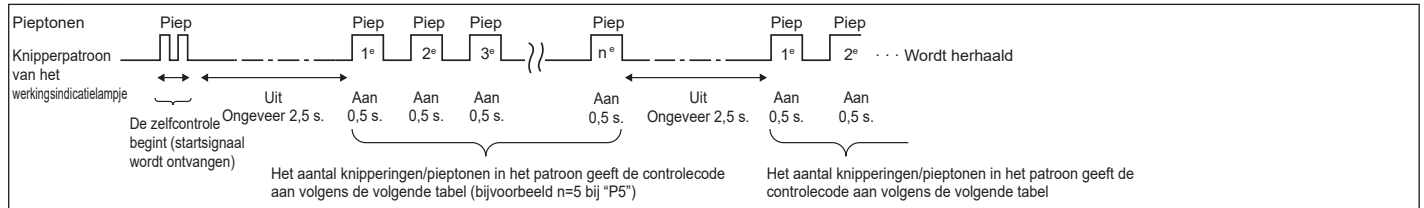

Afb. 7-6
7.3.2. Voor de draadloze afstandsbediening (Afb. 7-6)
■ Zelfcontrole (Afb. 7-6)
- Druk op de toets  (1) om de airconditioner te stoppen.
- Als de Week-timer ingeschakeld is (**WEEKLY** is aan), druk dan op de toets  (3) om de timer uit te schakelen (**WEEKLY** is uit).
- Houd de toets  (2) gedurende 5 seconden ingedrukt.
-  (A) gaat branden en het apparaat wordt in de zelfcontrolestand gezet.
- Druk op de toets  (5) om het koelstofadres (M-NET-adres) (B) te selecteren van de binnenunit waarvoor u de zelfcontrole wilt uitvoeren.
-  (A) en het koelstofadres (M-NET-adres) (B) gaan uit en de zelfcontrole is voltooid.